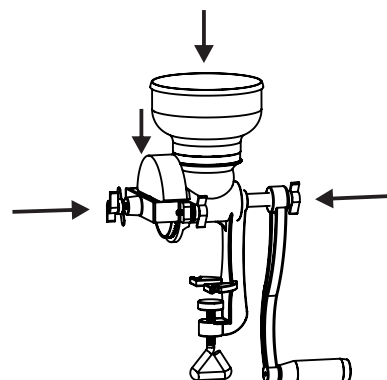

Figura 4
3 - Encaixe a meia-lua (item 11) entre o corpo e o cavalete de cima para baixo como na figura 4, termine de apertar os dois parafusos do cavalete e coloque o parafuso de ajuste da navalha (item 14) no furo frontal do cavalete, apertando levemente. Encaixe a manivela no eixo e aperte o seu parafuso. Por fim, encaixe o copo na parte superior do moinho.